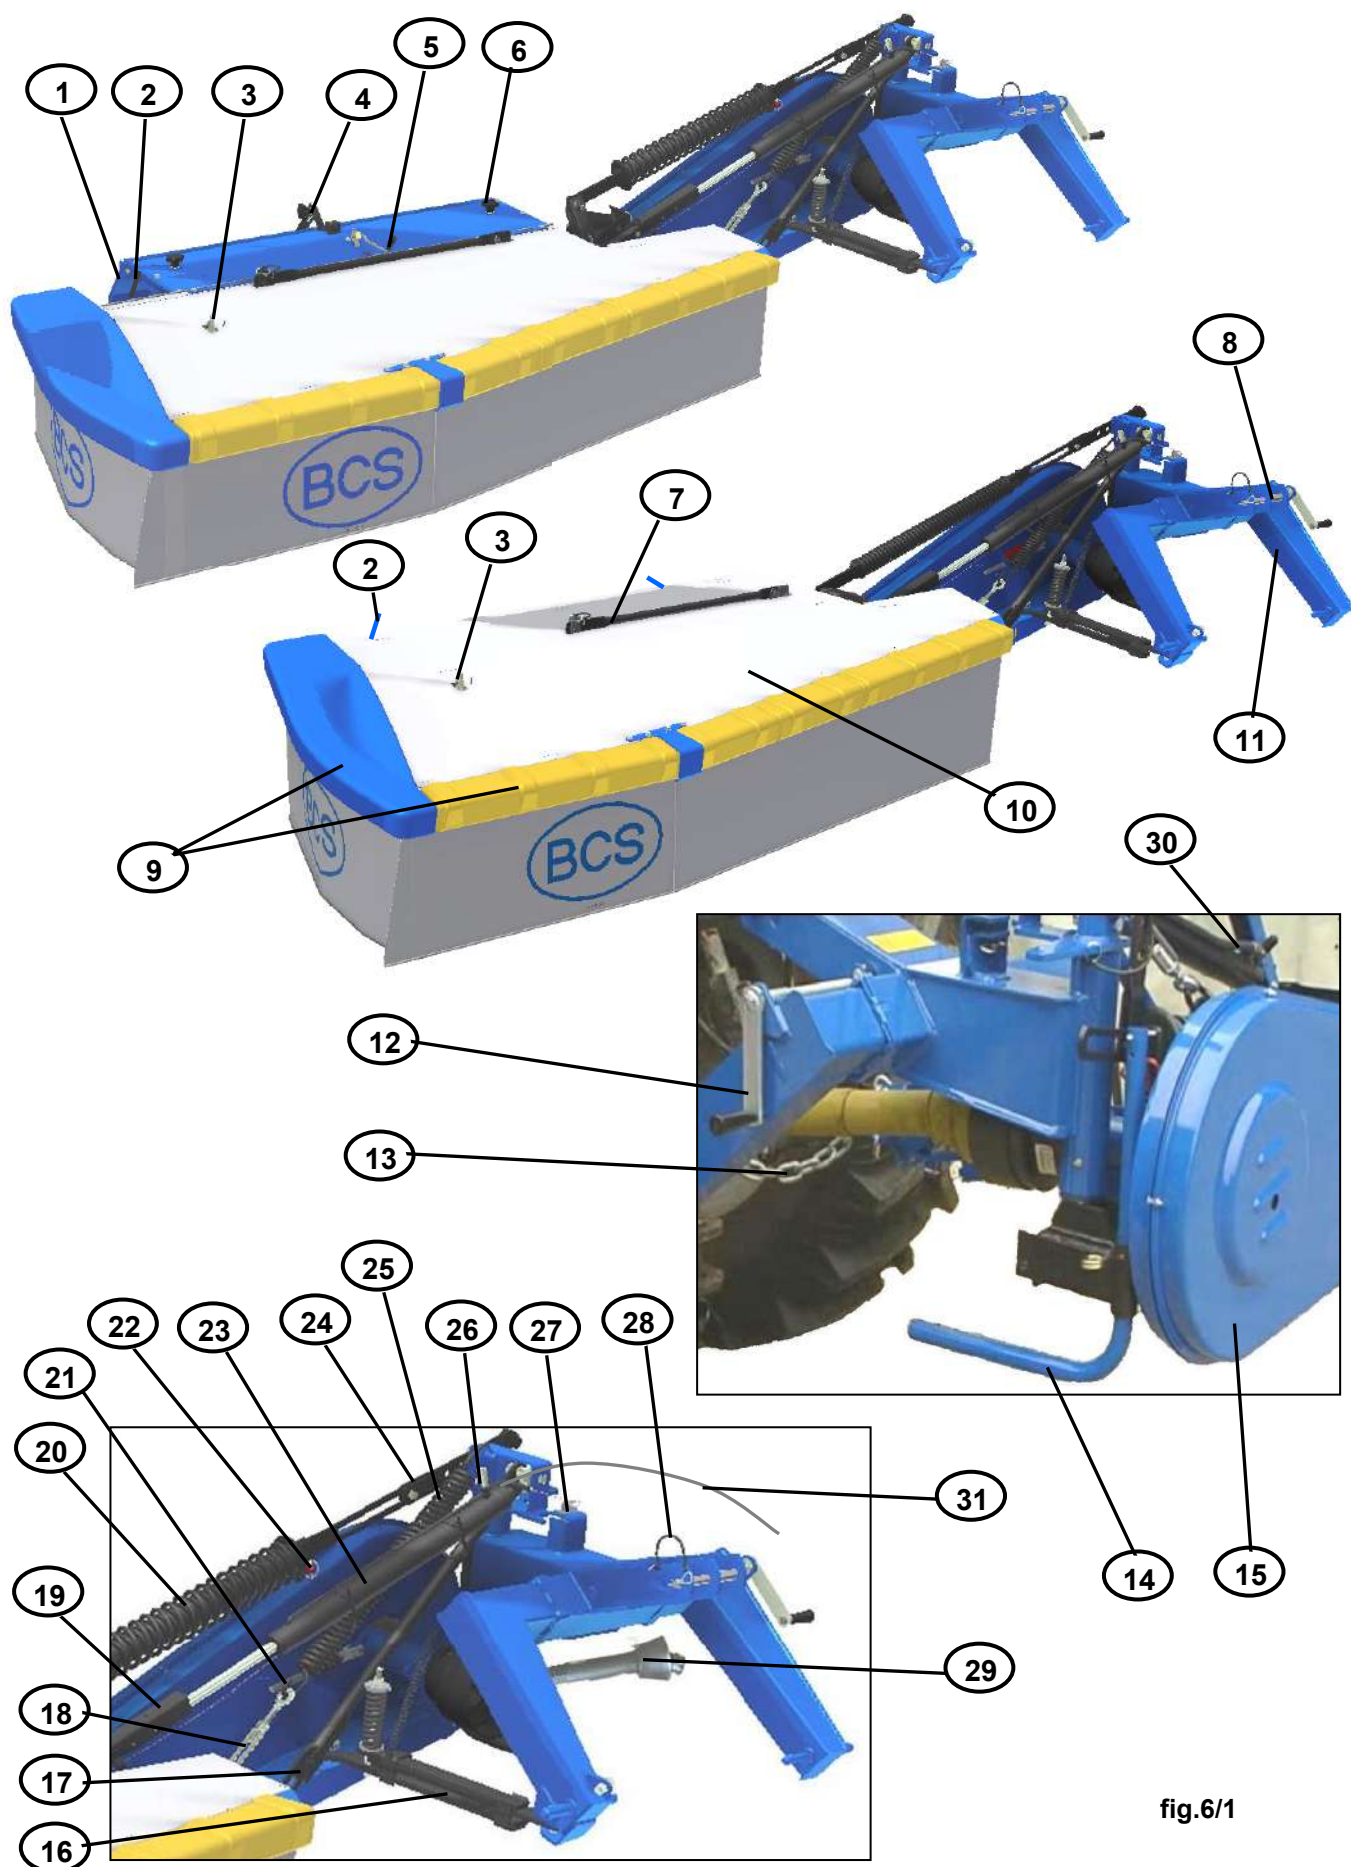

fig.6/1
6. IDENTIFICACIÓN MANDOS Y DISPOSITIVOS (fig.6/1)
6. IDENTIF. ANTRIEB UND ZUBEHÖR (Abb.6/1)